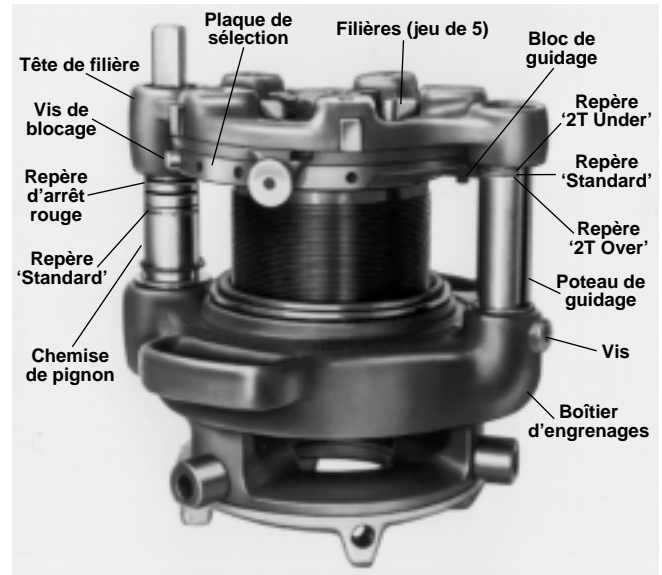

Figure 17 – Fileteuse démultipliée N° 141 avec Barre d'entraînement 844 installée (idem pour la fileteuse N° 161)
1. Retirez la vis de blocage de la plaque de sélection (*Figure 17*).
AVIS IMPORTANT: Laissez environ 3/4 po des cannelures en << V >> exposées à l'avant des mors du mandrin (*Figure 17*) pour permettre la lubrification.
- N° 141 et N° 161 – Lâchez la pédale de commande dès que le repère d'arrêt rouge apparaît sur la chemise du pignon (*Figure 17*).
AVIS IMPORTANT: Laissez environ $\frac{3}{4}$ po des cannelures en "V" exposées à l'avant des mors du mandrin (*Figure 17*) pour permettre la lubrification.